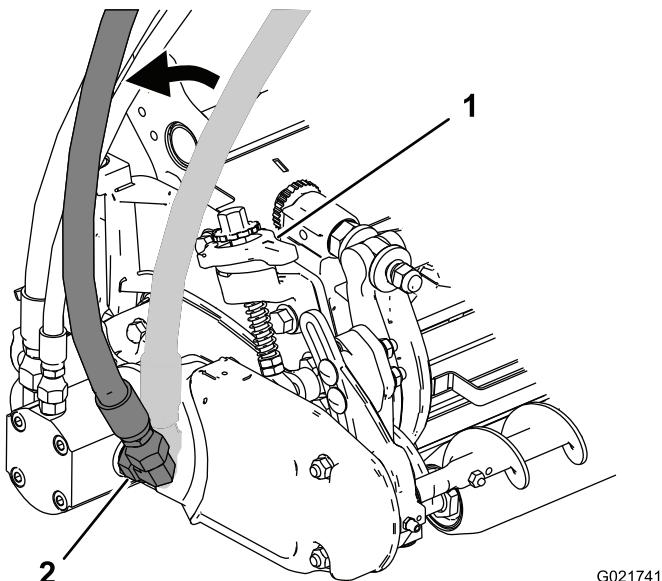

Figura 17
1. Afloje la tuerca del acoplamiento que conecta la manguera hidráulica trasera al motor de tracción del molinete (Figura 17).
2. Gire la manguera hacia fuera, hasta que ya no obstruya el movimiento de la palanca de elevación rápida (Figura 17).